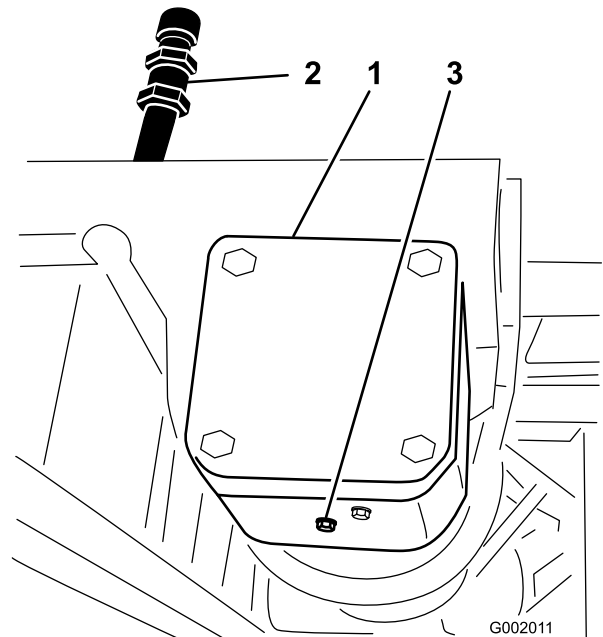

Figura 70
2. Mettete una bacinella sotto il tappo di spurgo, sulla scatola ingranaggi della trasmissione della pompa (Figura 70).
3. Togliete il tappo di riempimento ed il tappo di spurgo (Figura 70), e lasciate defluire l'olio nella bacinella.